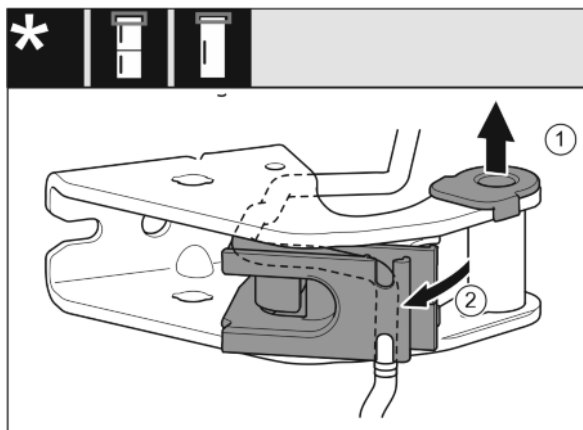

Fig. 21
- ▶ Lagerbussen uit de geleiding trekken. *Fig. 21 (1)*
- ▶ Kabelhouder naar buiten draaien. *Fig. 21 (2)*